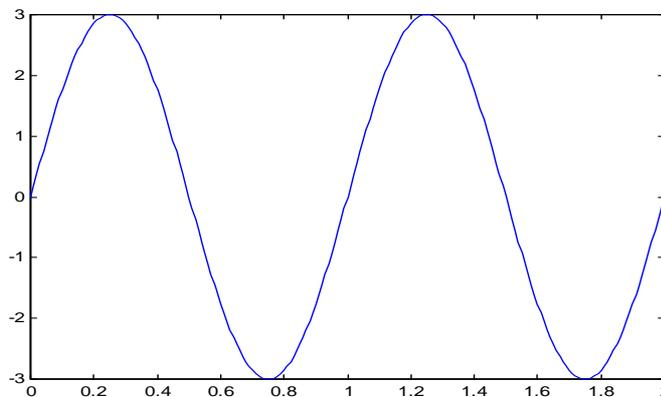

Fig. P2 Solución.
1.1.b. Como las señales son de la misma frecuencia, la señal resultante es de la misma frecuencia y del tipo senoidal (ver figura P2) . La resultante es,